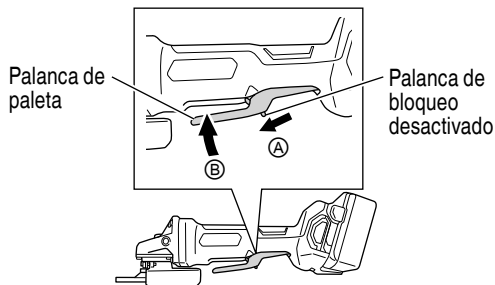

Fig. 12
- <G3612DB> (Fig. 12)
Para encender, deslice la palanca de bloqueo desactivado en la dirección de Ⓐ y presione la palanca de paleta en la dirección de Ⓑ como se muestra en la Fig. 12. Suelte la palanca de paleta para apagar.